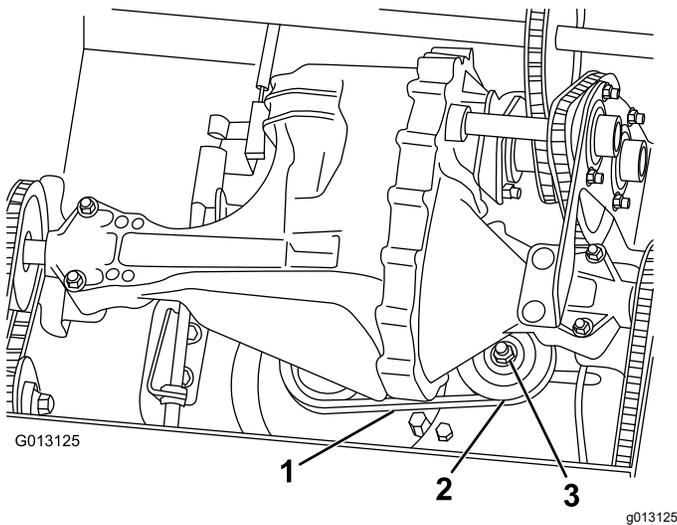

Figura 33
3. Presione sobre un tramo de la correa de transmisión con una fuerza de 9 kg (20 libras) (Figura 33). Si la correa se flexiona más de 3 mm ( $\frac{1}{8}$ " ), apriétela como se indica a continuación:
- A. Apriete la tuerca que sujeta la polea tensora (Figura 33).